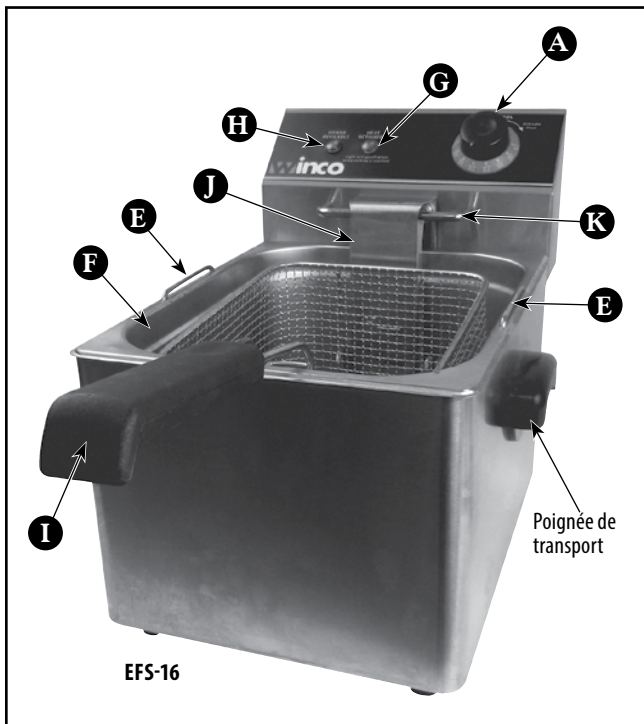

Figure 1. Caractéristiques et commandes pour EFS-16 & EFT-32
- A MOLETTE DE CONTROLE DE THERMOSTAT** (Figure 1) Utilisé pour régler ou ajuster la température de l'huile. Les chiffres sur le cadran correspondent à la température de l'huile. La position "0" pour s'éteindre.
- E POIGNEE DE LEVAGE DE PUIITS** (Figure 1) Utilisée pour soulever le puits dans et hors de l'unité d'élimination de huiles et de nettoyage.
- F PUIITS AMOVIBLE** (Figure 1) C'est la place pour contenir l'huile et réaliser la cuisson. L'élément chauffant est suspendu dans cette composante.
- G VOYANT DE PRET DE TEMPERATURE** (Figure 1) Ce voyant indique que l'élément est chauffé. Une fois la température atteinte, le voyant s'éteint. L'appareil continuera à maintenir la chaleur et la température avec le cycle ON/OFF. **Ce n'est pas un voyant "ON / OFF"**.
- H VOYANT D'ALIMENTATION** (Figure 1) Il indique que l'appareil est branché et mis sous tension.
- I ASSEMBLAGE DE PANIER DE FRITURE** (Figures 1 & 4) Avec la poignée amovible.
- J SUPPORT VERTICAL D'ELEMENT** (Figure 1)
- K BARRE DE SUPPORT DE PANIER** (Figure 1)
2. Retirez le(s) panier(s) (I) de la friteuse.
3. Remplir ou ajouter de l'huile / le shortening solide pour le puits (F). Toujours maintenir le niveau d'huile entre le Haut niveau d'huile (C) et le Bas niveau d'huile (D) comme indiqué sur le support vertical d'élément (J). (Voir Figure 1) Ne pas remplir trop ou pas assez.
4. Réglez la Molette de contrôle de thermostat (A) à la température désirée; le Voyant de Prêt de Température (G) indique lorsque les éléments sont mis sous tension. Si la graisse végétale solide est utilisé, enveloppez l'élément chauffant autour de la graisse et réglez la température entre 200 ~ 250 ° F pour que la graisse puisse fondre lentement car il couvre les éléments chauffants. La graisse fondue ne doit pas dépasser le repère de haut niveau, ni devrait pas descendre en dessous du repère de niveau bas trouvé sur le support vertical d'élément (J). Cela permettra de réduire la fumée et le risque d'incendie.
5. Préchauffez l'huile pour atteindre la température de cuisson recommandée. Lorsque le Voyant de Prêt de Température (G) réalise un cycle, l'huile atteint la température de consigne.